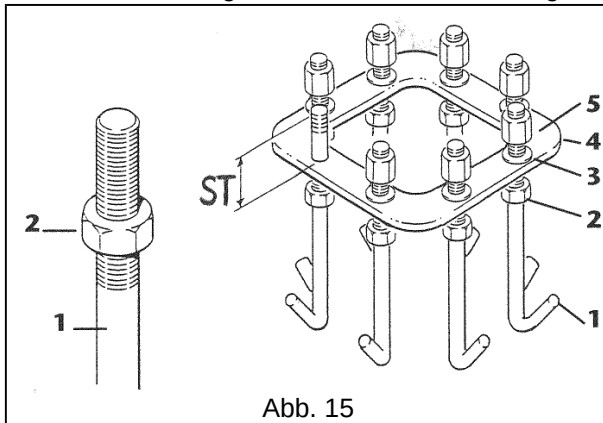

Abb. 15
- An sämtlichen Ankerschrauben **1** die Flachmutter **2** festschrauben und dabei einen Gewindeabschnitt in der Höhe **ST** überstehen lassen (Abb. 15) - (für den Überstand **ST** siehe „Befestigungssysteme“ auf S. 14).